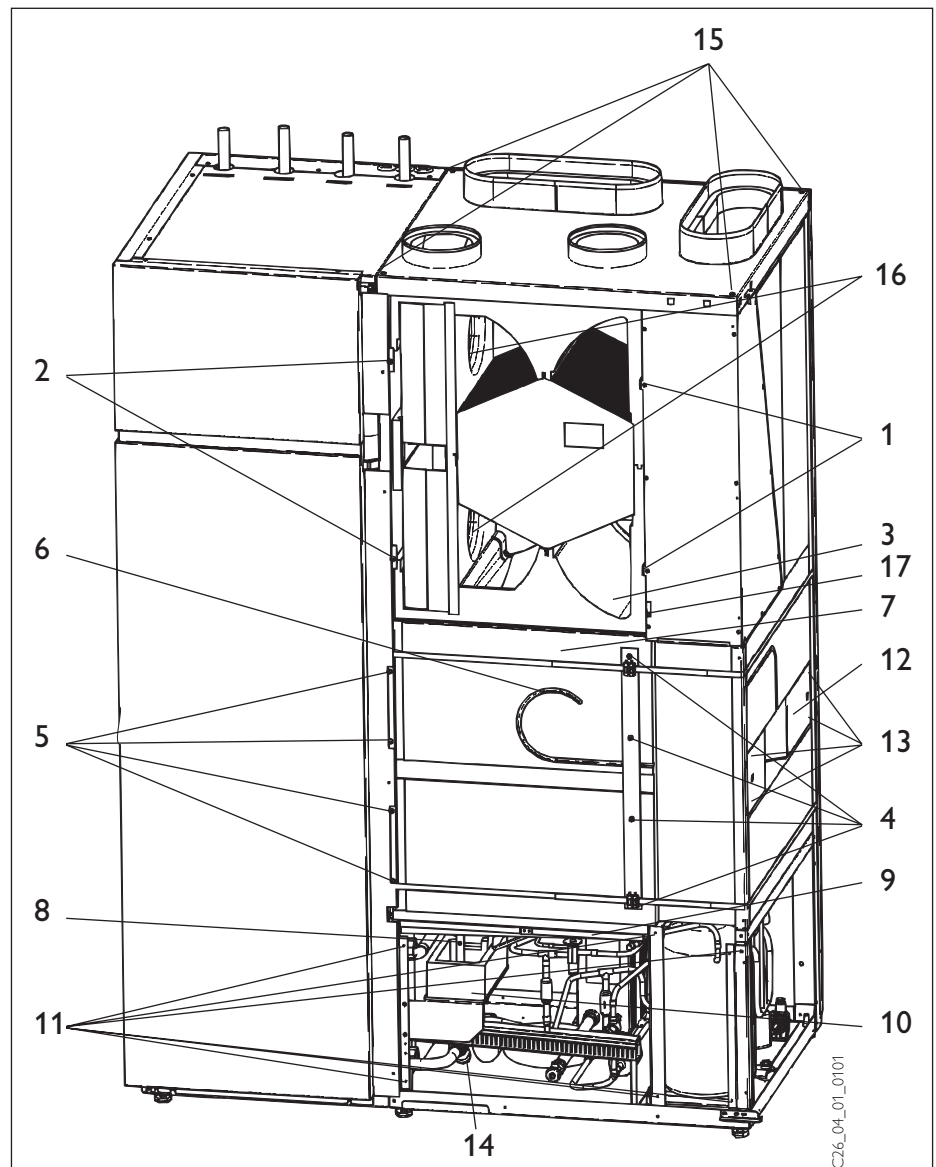

Abb. 18
Schneiden von Fliesen oder Sägen von Gipskartonplatten). Ist dies nicht der Fall, kann die Lüftung den Trocknungsprozess unterstützen. Zuerst muss geprüft werden, ob die Lüfter sich frei drehen. Hierzu Filtereinschübe (Abb. 3, Pos. **6** und **9**) herausnehmen, Schrauben (Abb. 18, Pos. **1**) lösen und Frontblech abnehmen. Wenn die Lüfter sich nicht frei drehen lassen, zuerst den Blechkeil zwischen den Lüftern, danach die Lüftereinheiten herausziehen und die Lüfter in die Aufhängung einsetzen. Danach die Lüfterstufe für den Normalbetrieb (P 07) auf „2“ stellen.
2.11 Reinigung (Abb. 18)
2.12.1 Fortluftlüfter schleift (Abb. 18)
2.12.2 Zu geringer Durchfluss im Heizungskreis, häufige HD-Störung (Abb. 18)
2.12.3 Abtauwanne reinigen (Abb. 18)